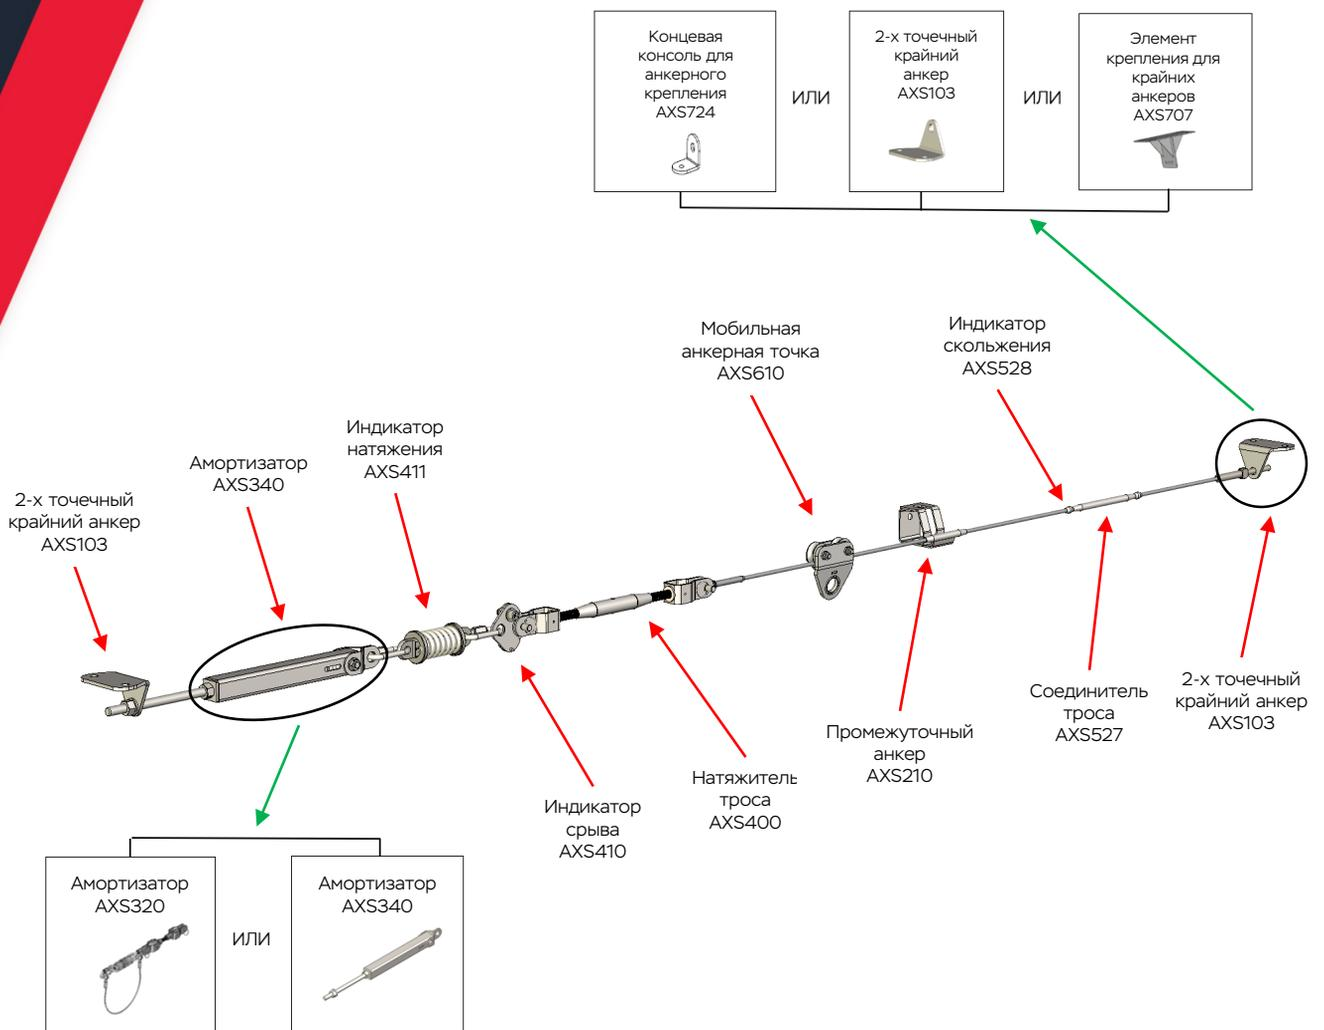

Рис. 1. Общий вид анкерной линии****
1.1 ТЕХНИЧЕСКИЕ ХАРАКТЕРИСТИКИ И ОПИСАНИЕ (рис. 1)
**** Состав линии, поставляемой клиенту может отличаться от изображенной на Рис.1. Состав линии определяется проектом и согласовывается с заказчиком.